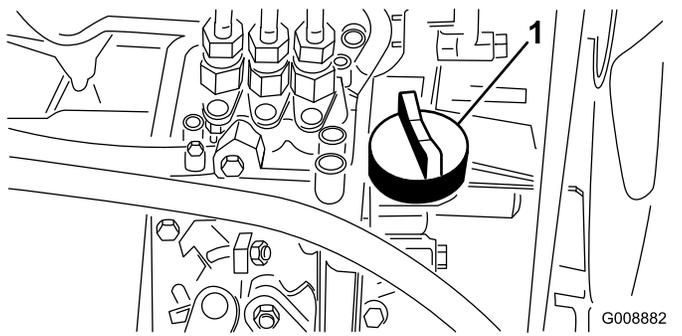

図 38
4. オイルの量が不足している場合は、補給口のキャップ 図 38 を取り、ディップスティックで油量を確認しながら少しずつ、FULL マークまで補給する。